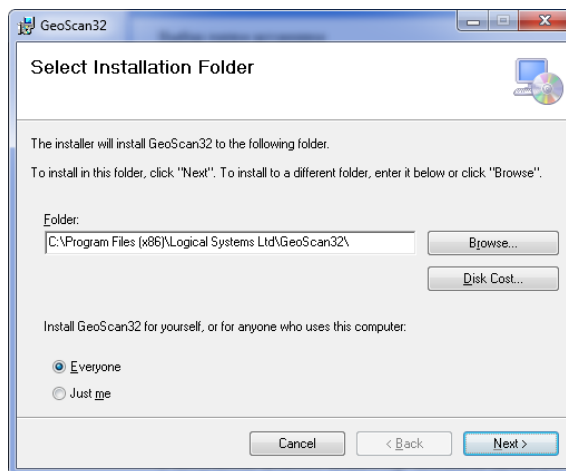

Рис. 1.4 - Выбор папки для установки
5. Выберите папку для размещения программы. По умолчанию программа устанавливается в папку *C:\Program Files\GeoScan32*. Необходимое свободное пространство для установки указано в нижней части экрана, это значение может незначительно изменяться в зависимости от версии программы (Рис. 1.4).